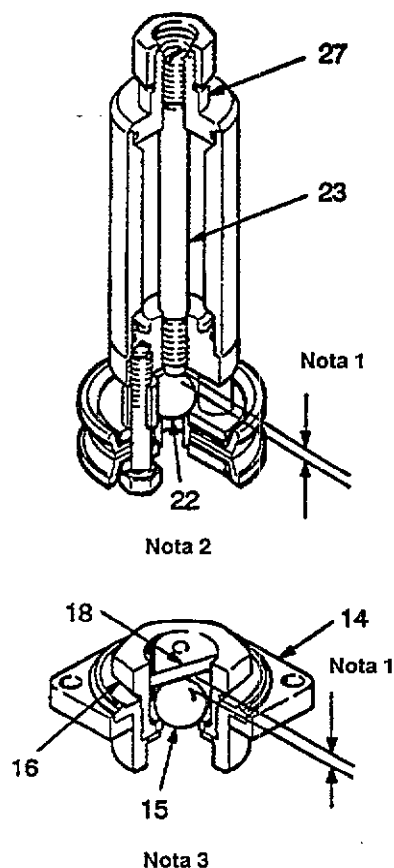

Fig. 2
Véase Fig. 2. Las válvulas de admisión y de pistón de producto están ajustadas en fábrica para el bombeo de productos de viscosidad mediana. La clavija retén de bola (18) en la válvula de admisión está en la marca más baja del orificio. El recorrido de la bola de pistón está colocado a 0,204 inch (5,2 mm), medido desde el extremo de la varilla inmersora ajustable (23) hasta la parte superior de la bola (22). Esta distancia representa cuatro vueltas completas de la varilla (23) a partir de la parte superior de la bola.
1. Si se bombean productos de viscosidad espesa y se desarrollan operaciones erráticas de la bomba, desmontar como se explica en la página 4. Aumentar el recorrido de la bola en la válvula de admisión, desplazando la clavija (18) hasta el centro o muescas superiores. Aumentar el recorrido de la bola en la válvula de pistón, colocar el pistón en un torno, aflojar el sombrerete superior (27) para liberar la tensión en la varilla inmersora (23) y girar la varilla inmersora en el sentido antihorario dos vueltas completas más allá de la posición ajustada en fábrica, o lo suficiente para colocar el recorrido de la bola total en 0,102 inch (2,6 mm).
2. En caso de que se bombeen productos de viscosidad ligera y se producen sacudidas, desmontar la bomba con arreglo a las explicaciones de la página 4. Verificar que la clavija (18) se encuentra en las muescas inferiores. Para reducir el recorrido de la bola de la válvula de pistón, colocar el pistón en un torno, aflojar el sombrerete superior (27) para liberar la tensión ejercida sobre la varilla inmersora (23) y girarla en sentido antihorario dando dos vueltas completas más allá de la posición ajustada en fábrica, o por lo menos lo suficiente para que la carrera total de la bola alcance 2,6 mm.